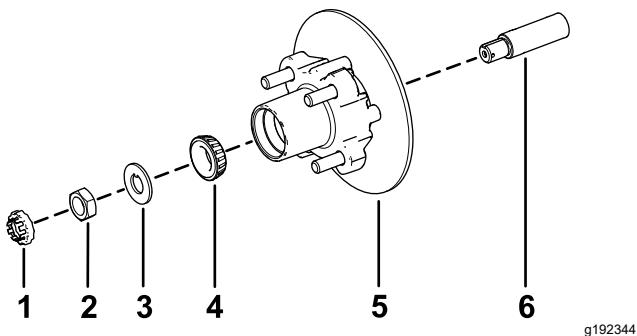

図 35
1. スピンドルに所定のグリスを薄く塗る図 35。
2. ハブとロータをスピンドルに取り付ける。ロータを内側にすること図 35。
3. スピンドルに外側ベアリングを取り付けてレースにはめる図 35。
4. スピンドルにタブワッシャを取り付ける図 35。
5. スピンドルにスピンドルナットを取り付け、ハブを回してベアリングを着座させながらナットを $15 \text{ N}\cdot\text{m} 1.52 \text{ kg.m} = 11 \text{ ft-lb}$ に締めつける図 35。
2. ブレーキパッドをロータのそれぞれの側に合わせ図 31、キャリパブラケットの穴と、スピンドルフレームのブレーキ取り付け部の穴を整列させる図 35。